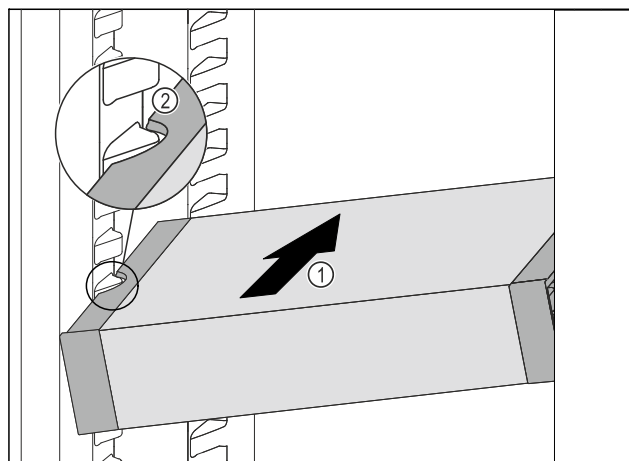

Fig. 63
- ▶ Вкарайте VarioSafe под ъгъл в хладилната част Fig. 63 (1), докато страничните прорези Fig. 63 (2) на VarioSafe се намират на височината на реброто на съда в хладилната част.